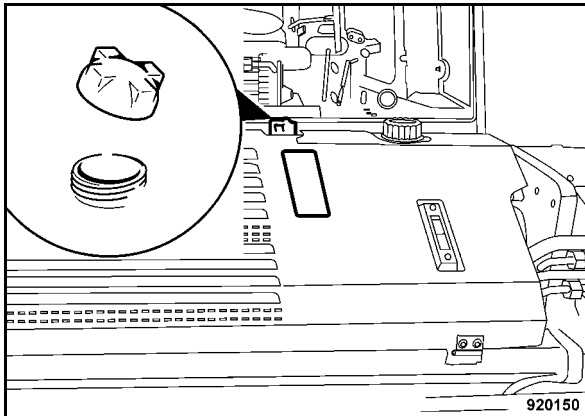

Fig. 139
- Svitare il tappo (Fig. 139) e controllare la concentrazione dell'anticongelante con un apparecchio di prova comunemente in commercio.